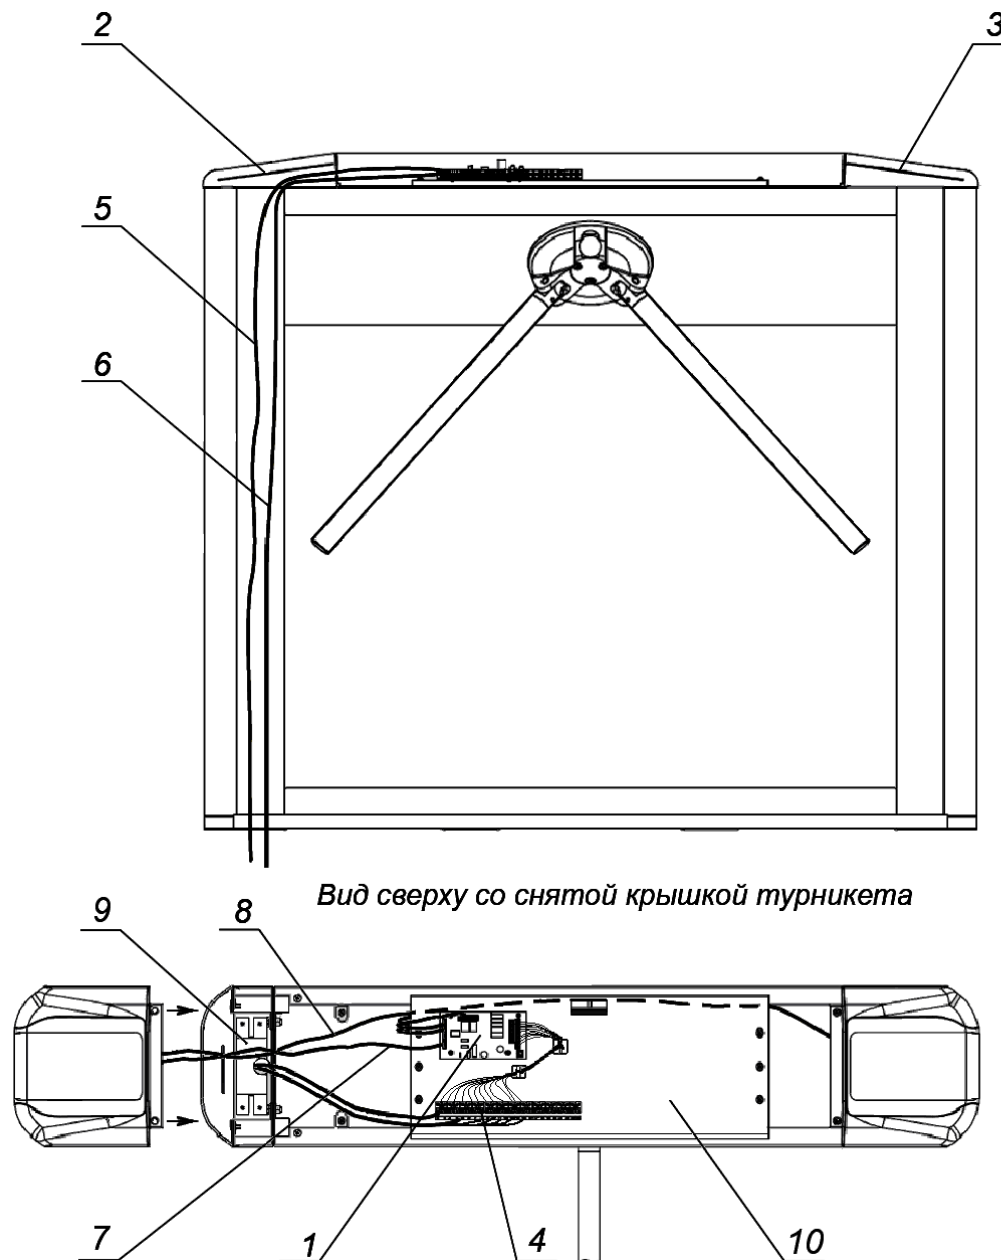
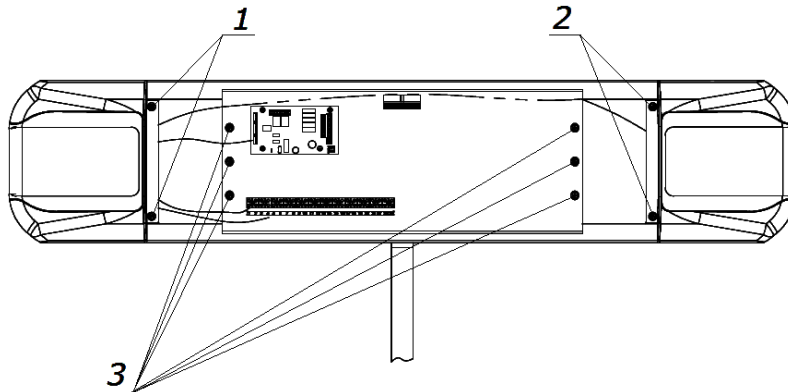

Рисунок 12. Схема прокладки кабелей в стойке турникета
Рисунок 15. Расположение крепежных винтов
4. При необходимости прокладки кабелей под поверхностью пола подготовьте в полу кабельный канал, подходящий к зоне ввода этих кабелей в стойку турникета. Прокладка кабелей внутри стойки показана на рис. 12.
6. Снимите крышку турникета (3) согласно разд. 6.
7. Демонтируйте стенку боковую (7) в сборе с крышкой (9). Для этого:
- Отверните два винта (2 на рис. 15).
- Отведите стенку от стойки и отсоедините кабель, соединяющий платы индикации (8 на рис. 12) от платы ПИ2, расположенной под крышкой.
8. Демонтируйте стенку (6) в сборе с крышкой (8). Для этого:
- Отверните два винта (1 на рис. 15).
- Отведите стенку от стойки и отсоедините от платы индикации ПИ1 (расположена под крышкой) кабель (8 на рис. 12), соединяющий платы индикации, и кабель индикации (7 на рис. 12), идущий от платы управления.
13. При необходимости произведите установку платы внешнего контроллера СКУД внутри стойки турникета на кронштейне (10 на рис. 12); для этого используйте фиксаторы на самоклеющихся площадках FSS-5 из комплекта поставки.
14. При необходимости произведите установку считывателей карт доступа на предусмотренные для этого кронштейны на торцах стойки (9 на рис. 12). Для удобства монтажа снимите кронштейн, открутив рожковым ключом S5,5 две гайки M3, расположенные снизу под кронштейном. Для подключения считывателей используйте свободные контакты (15 - 24) выносной клеммной колодки **XS1**.
2. Снимите крышку (3) турникета в порядке, указанном в разд. 6 и положите ее на ровную устойчивую поверхность.
3. Для доступа к узлу вращения преграждающих планок турникета снимите кронштейн (4 на рис. 15) с платой управления и выносной клеммной колодкой. Для этого: выкрутите 6 винтов (3 на рис. 15), фиксирующих кронштейн на стойке турникета, и аккуратно отведите кронштейн в сторону, не повредив подключенные кабели.